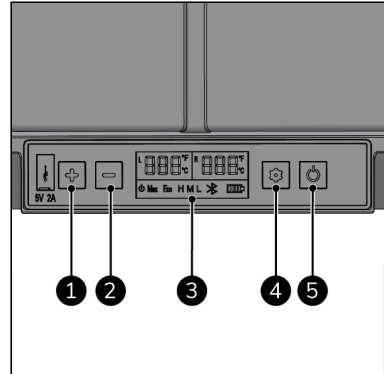

Abbildung 27.
1. Halten Sie den EIN-/AUS-Schalter (Abbildung 27, Pos. 5) für 5 Sekunden gedrückt.
1. Drücken Sie den Schalter Einstellungen (1x) (Abbildung 27, Pos. 4), um die Temperatur des Kühlfachs ('L') zu ändern, oder drücken Sie den Schalter Einstellungen (2x) (Abbildung 27, Pos. 4), um die Temperatur des Gefrierfachs zu ändern ('R'): Die Anzeige beginnt zu blinken.
2. Drücken Sie den Schalter „+“ oder „-“ (Abbildung 27, Pos. 1 und 2), um die gewünschte Temperatur einzustellen.
1. Drücken Sie den Schalter Einstellungen (3x) (Abbildung 27, Pos. 4), um °F auszuwählen, °F beginnt zu blinken.
1. Drücken Sie den Schalter Einstellungen (4x) (Abbildung 27, Pos. 4) um °C auszuwählen, °C beginnt zu blinken.
1. Drücken Sie den Schalter Einstellungen (7x) (Abbildung 27, Pos. 4) bis H, M oder L blinkt.
1. Drücken Sie den Schalter Einstellungen (5x) (Abbildung 27, Pos. 4) bis MAX oder ECO blinkt.
2. Drücken Sie den Schalter Einstellungen (Abbildung 27, Pos. 4) erneut, um die Kühlkapazität zu ändern.
1. Schalten Sie das Gerät aus, indem Sie den EIN-/AUS-Schalter (Abbildung 27, Pos. 5) für 5 Sekunden gedrückt halten.